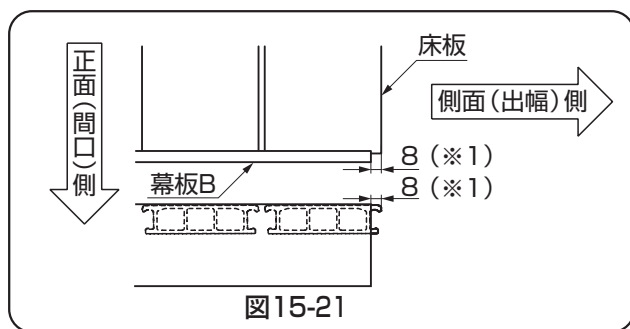

図15-21
- 正面側端部の幕板Bは床板から8mm (※1) デッキ内側の納まりになります。(図15-21参照)